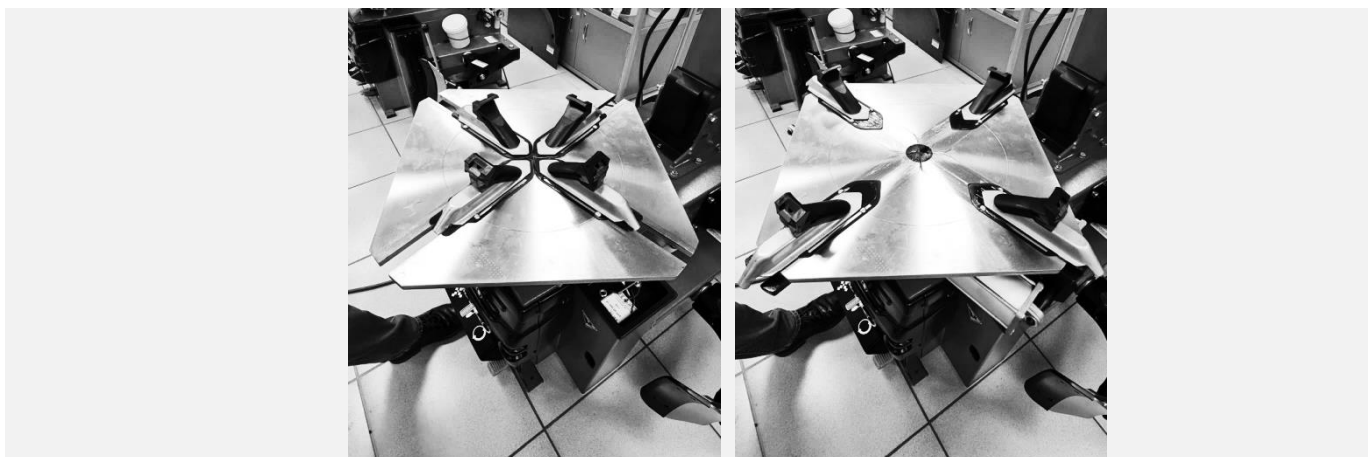

Рисунок 50
- Максимально развести зажимные кулачки, нажав педаль управления зажимными кулачками (см. Рисунок 50).